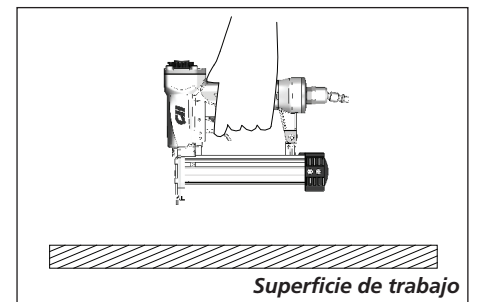

Figura 12
6. Quite la clavadora de la superficie de trabajo. El WCE debe volver a su posición original hacia abajo. Tire del gatillo (ver Figura 12). La clavadora **NO DEBE FUNCIONAR**. No use la herramienta si funciona mientras no está apoyada sobre la superficie de trabajo. Pueden ocurrir lesiones personales.